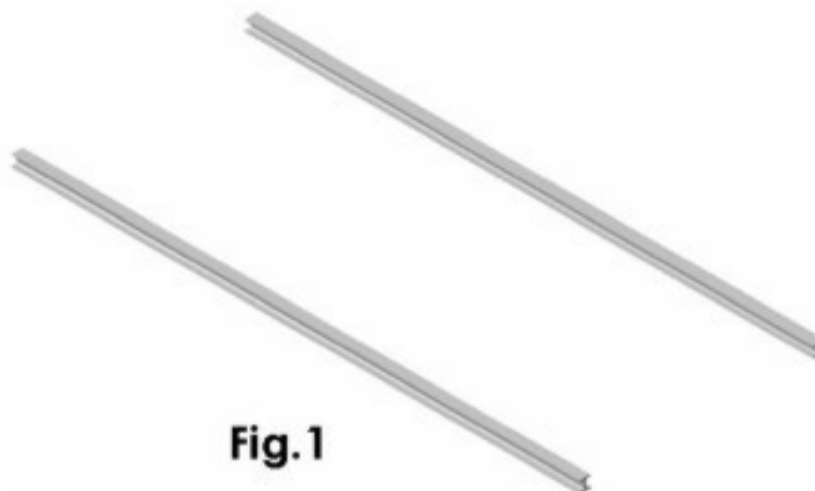

Fig.1
1) Verificar la linealidad de la estructura portante. El ancho de dicha estructura, debe ser como mínimo de 50 mm – (Fig. 1).